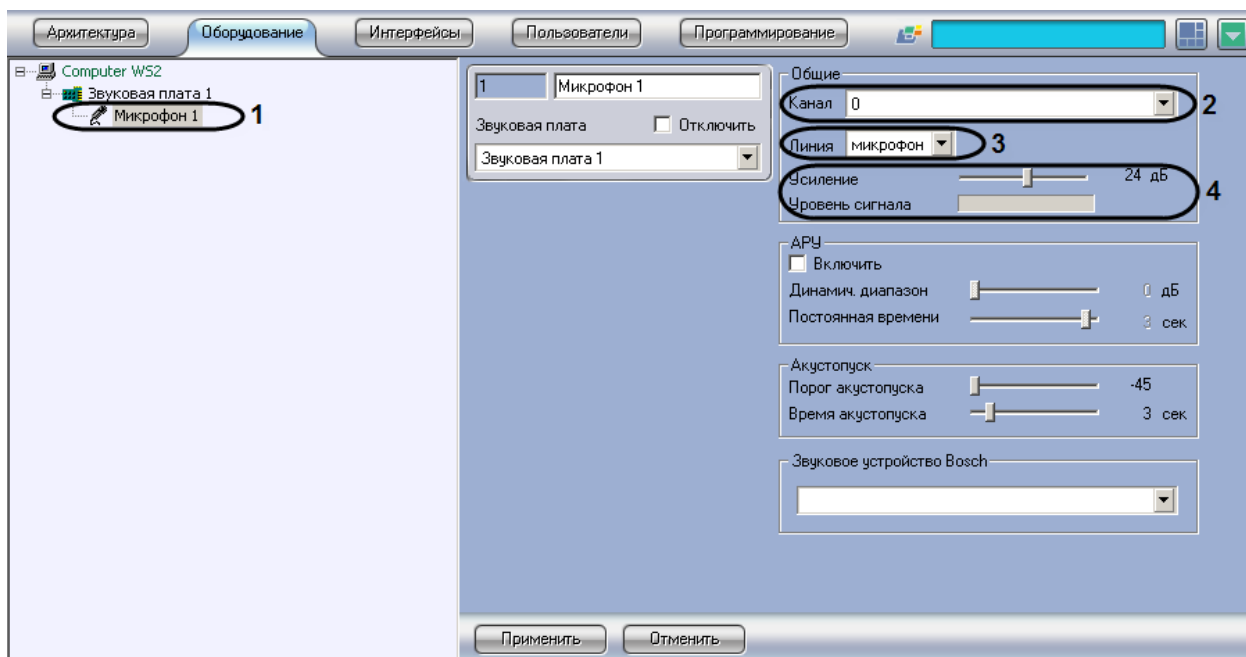

Рис. 3.1—17 Настройка объекта «Микрофон»
- 4.2. Из списка «Канал» (Рис. 3.1—17, 2) выбрать канал, к которому подключено аудиоустройство (см. раздел «Особенности настройки аудиоподсистемы»).